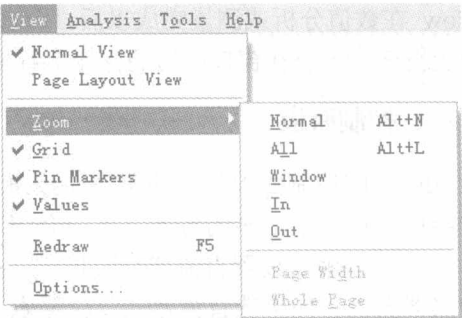

图 2-5 视图菜单
1) 缩放：将电路图以设定的比例显示在屏幕上，如图 2-5 所示。